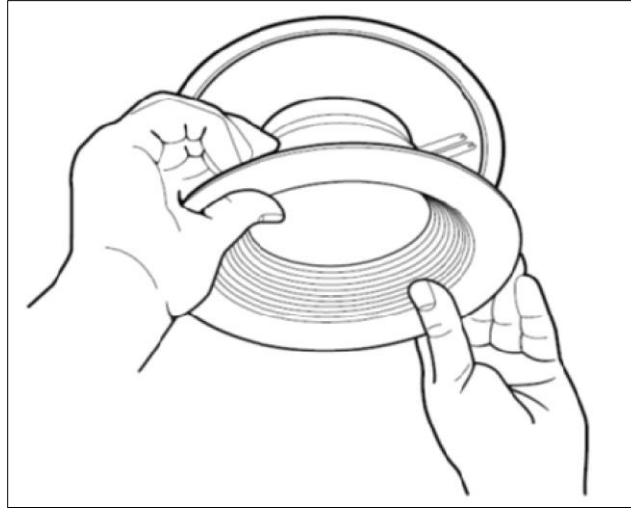

Figure 7
6. Centrer le 4BEMW/4SEMW dans l'ouverture du boîtier et pousser doucement le module vers le haut dans le boîtier, uniformément de tous les côtés, jusqu'à ce qu'il affleure le plafond (voir *figure 7*).